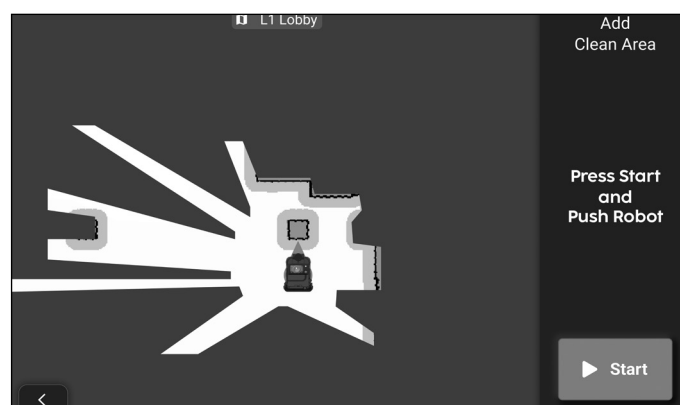

Figure 33
13. Poussez le robot vers la zone où le nettoyage va avoir lieu, appuyez sur « Démarrer » pour commencer à créer la zone de nettoyage (**Fig. 33**).